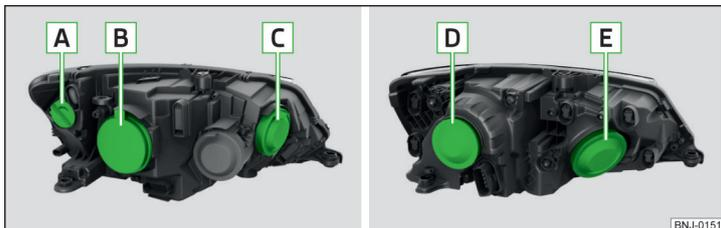

Fig. 205 Faros halógenos/faros proyectores halógenos
Orden de bombillas » fig. 205
- Retirar la tapa protectora **B** » fig. 205 de la pág. 174.
- Colocar la tapa protectora **B** » fig. 205 de la pág. 174.
- Retirar la tapa protectora **C** » fig. 205 de la pág. 174.
- Retirar la tapa protectora **D** » fig. 205 de la pág. 174.